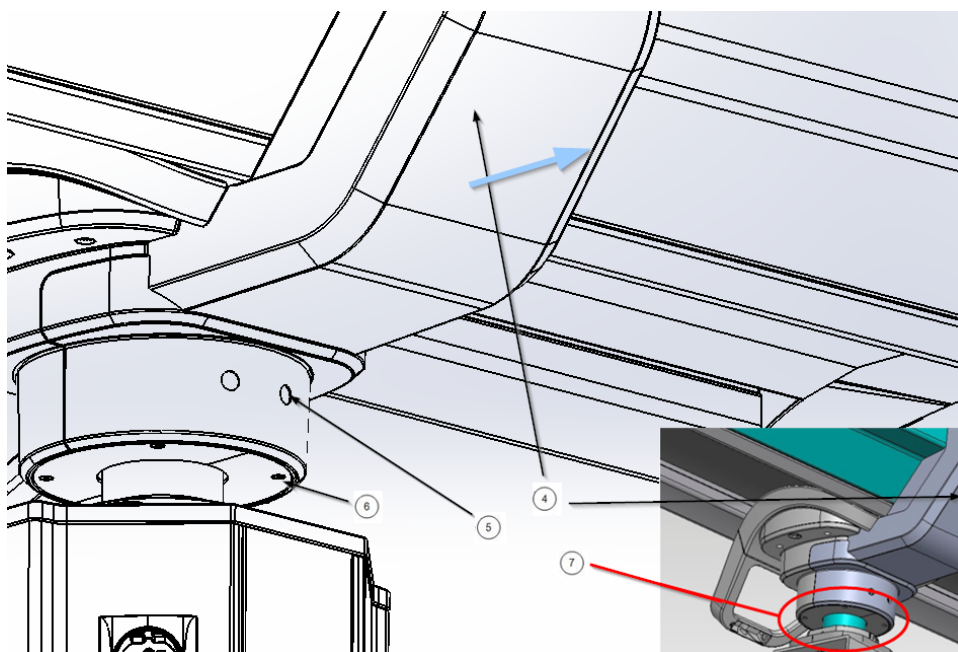

Fig.5 Démontage de la garniture arrière
- Ouvrez les couvercles latéraux de la tête d'entretien ① en retirant les vis à tête cylindrique M4x16 ④ en haut et en bas. Le couvercle latéral peut maintenant être ouvert comme indiqué dans la figure 5, révélant l'intérieur de la tête de service.